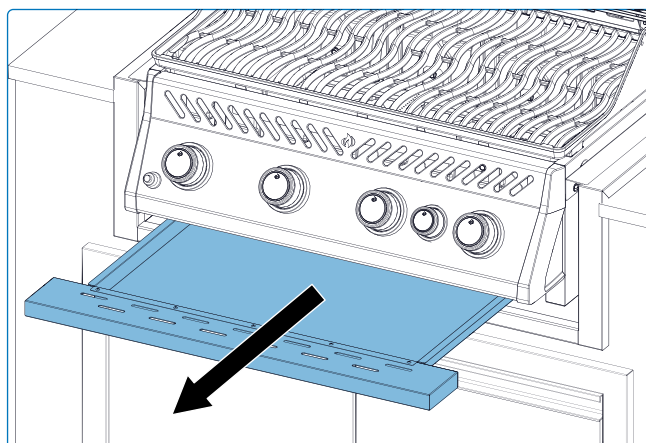

Fig. 14
1. Verwijder de schroef/schroeven waarmee de brander aan de achterwand van de BBQ is bevestigd. Schuif de brander naar achteren en omhoog om deze te verwijderen (**Fig. 14**).